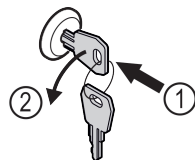

Fig. 162
- ▶ Iespiediet atslēgu. Fig. 162 (1)
- ▶ Grieziet atslēgu par 90° pretēji pulksteņrādītāja virzienam. Fig. 162 (2)